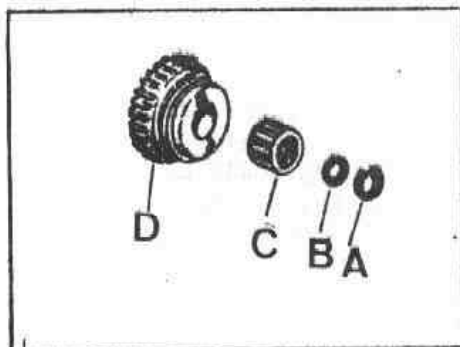

Fig. C-106 Componentes del engranaje de marcha atrás
2.1. Desmontar el arillo elástico, A (Fig. C-106) de uno de sus lados.
2.2. Extraer la arandela, B, y el cojinete de agujas, C (Fig. C-106).